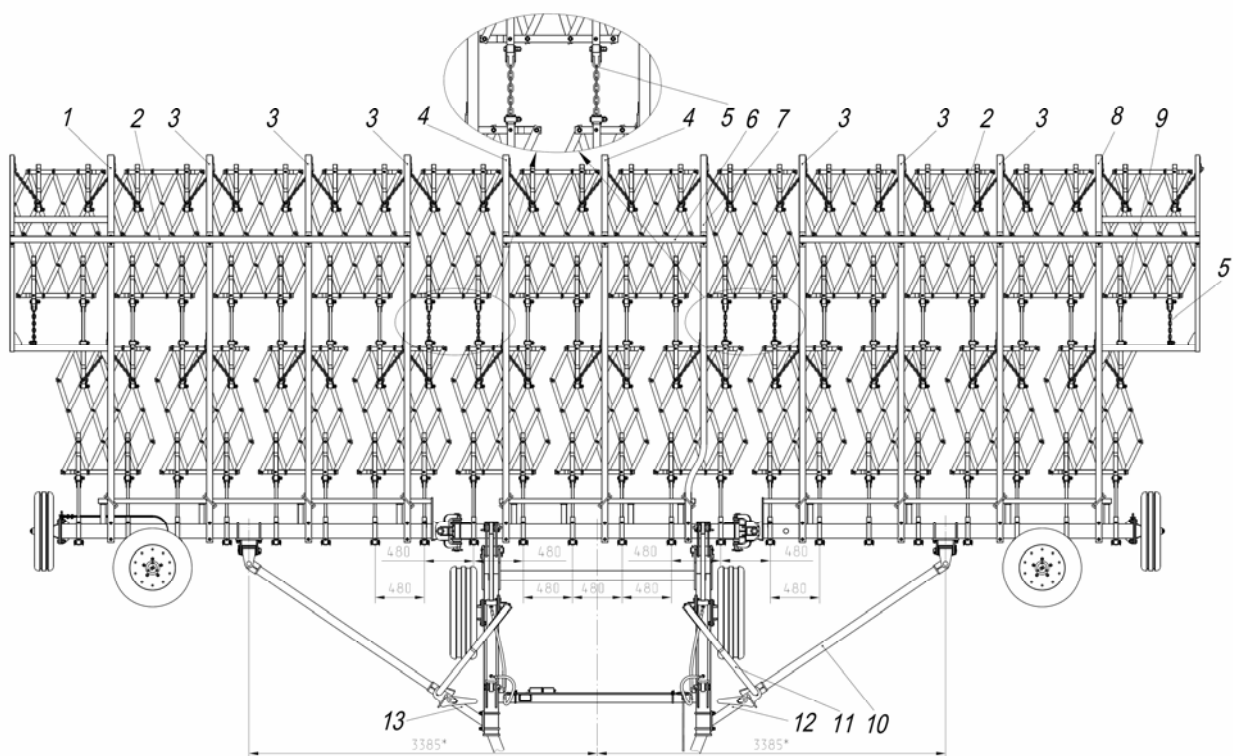

Рис.19 Установка механизма растяжек, штанг и поводков
6.15 Проверить расположение всех балок строго в одну линию и приступить к сборке механизма растяжек (см. рис.19):
- установить на центральной балке, а затем и боковых, кронштейны 17 (схема на рис.19);
- подсоединить к кронштейну 22 поводок 23 или цепной поводок 5 (рис.19), а к поводкам - второй ряд зубовых борон;
- установить на центральную балку штанги 4 и 5 (рис.19) соединить их поперечиной 6;
- установить на боковые балки - штанги 1, 3 и 3, 8 (рис.19) соответственно и соединить их поперечинами 2 (рис.19);
7.3.1 Растяжки 10 (рис.19) должны быть отрегулированы при досборке (п.6.14) таким образом, чтобы: